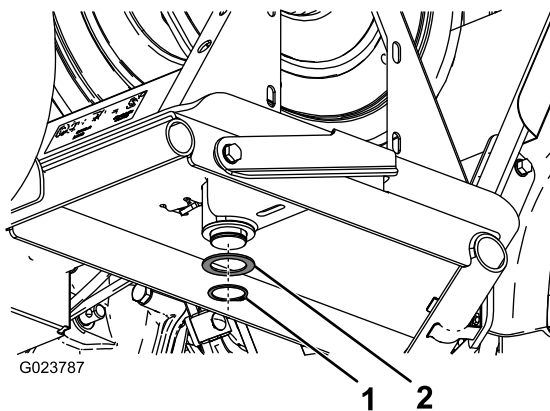

Figura 10
4. En la parte inferior del bastidor del carrete de la manguera, coloque la arandela de empuje y la anilla a presión en la columna del soporte giratorio (Figura 10).